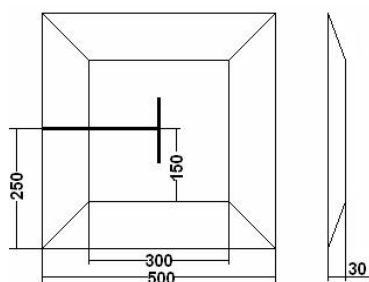

图2 锥台尺寸 (mm)
- 3.2.4 场上有一块长500mm、宽500mm刷白色亚光漆的锥台，是机器人的待命区，如图2所示。机器人要从待命区启动，完成任务后还要回到待命区。锥台上虽画有黑色引导线，但机器人可以从任何一边上下。